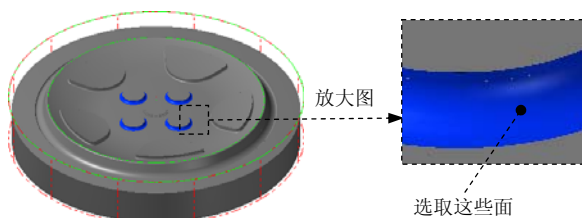

图 15.42 选取加工面
(1) 选取加工面。在图形区中选取图 15.42 所示的所有面（共 8 个面），然后按 Enter 键，系统弹出“刀具路径的曲面选取”对话框。